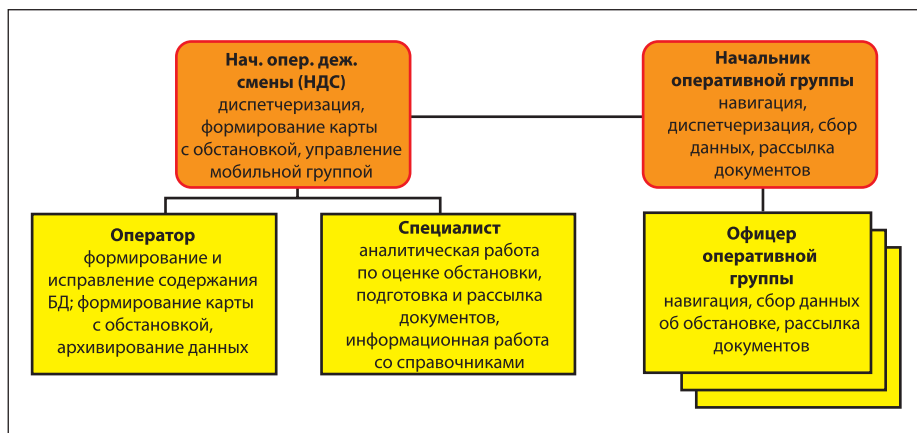

Рис. 3. Состав задач информационно-аналитического комплекса
- начальника и офицера оперативной группы (рис. 3).